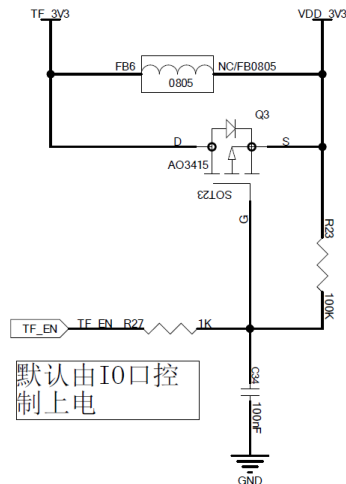

图 2-16 TF 上电控制电路
- 3) TF 卡质量参差不齐，建议通过软件控制 TF 卡上下电。TF 上电控制电路如图 2-16 所示。